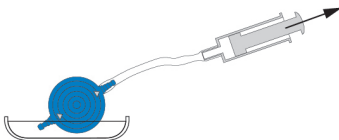

Abb. 21: Durchgängigkeitsprüfung
*M.blue XABO* sollte vor der Implantation entlüftet und auf Durchlässigkeit geprüft werden. Das möglichst schonende Befüllen des Ventils kann durch Aspirieren mithilfe einer am distalen Katheterende aufgesetzten sterilen Einwegspritze erfolgen. Dabei wird das Ventil distal konnektiert und in sterile, physiologische Kochsalzlösung gehalten. Lässt sich Kochsalzlösung entnehmen, ist das Ventil durchgängig (Abb. 21).